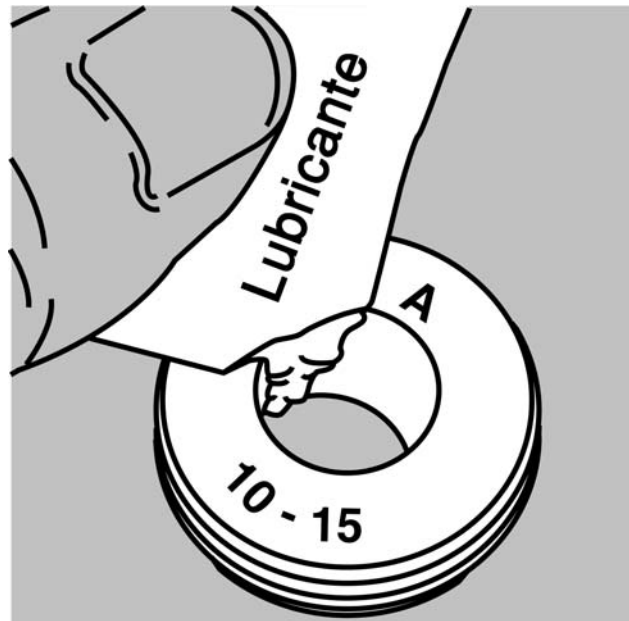

FIGURA 7
7. Aplique una capa fina de lubricante proporcionado con la caja dentro del orificio de los tapones seleccionados. (Figura 7)